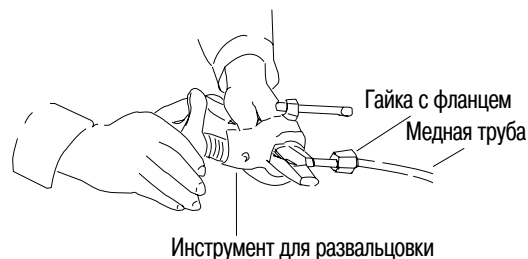

Рис. 27
- Создайте раструб на конце медной трубы при помощи инструмента для развальцовки* (рис. 27).